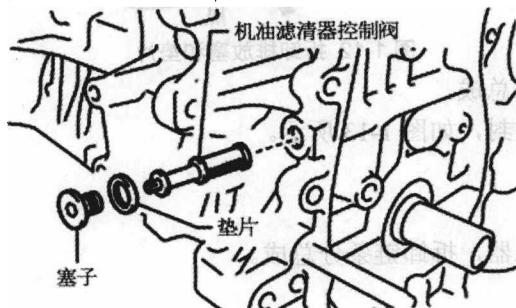

图 1-17 拆卸控制阀滤清器
(28) 拆卸机油控制阀滤清器, 用 8mm 套筒六角扳手拆卸塞子和滤清器, 如图 1-17 所示。